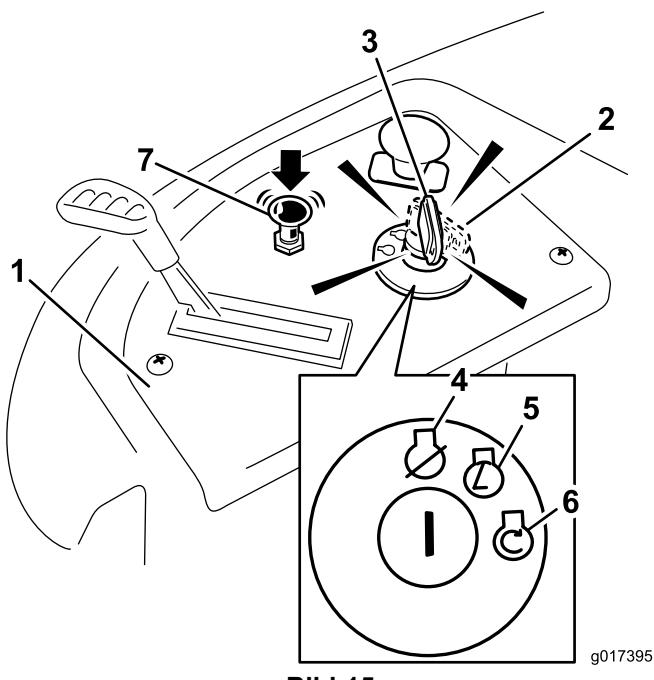

Bild 15
4. Drehen Sie den Zündschlüssel auf Start, um den Anlasser zu aktivieren (Bild 15).
5. Schieben Sie nach dem Anspringen des Motors den Chokehebel langsam rein (Bild 15).
4. Stellen Sie den Zündschlüssel auf "Aus" (Bild 15) und ziehen Sie ihn ab.